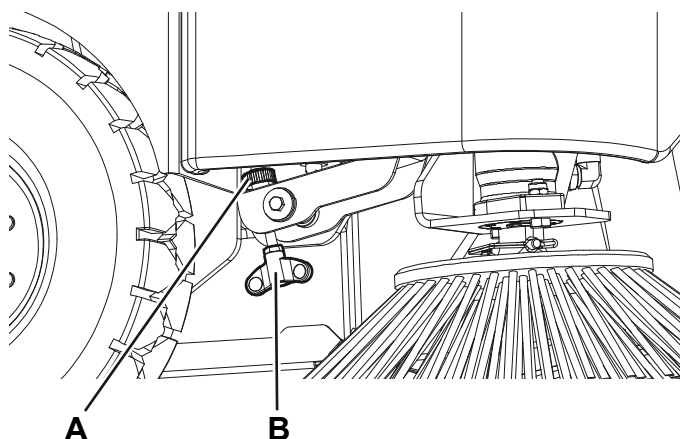

Abbildung 5
6. Zur Bürsteneinstellung Drehknopf (A, Abb. 5) lösen und Flügelmutter (B) zur Einstellung der Seitenbürste drehen, dabei beachten: